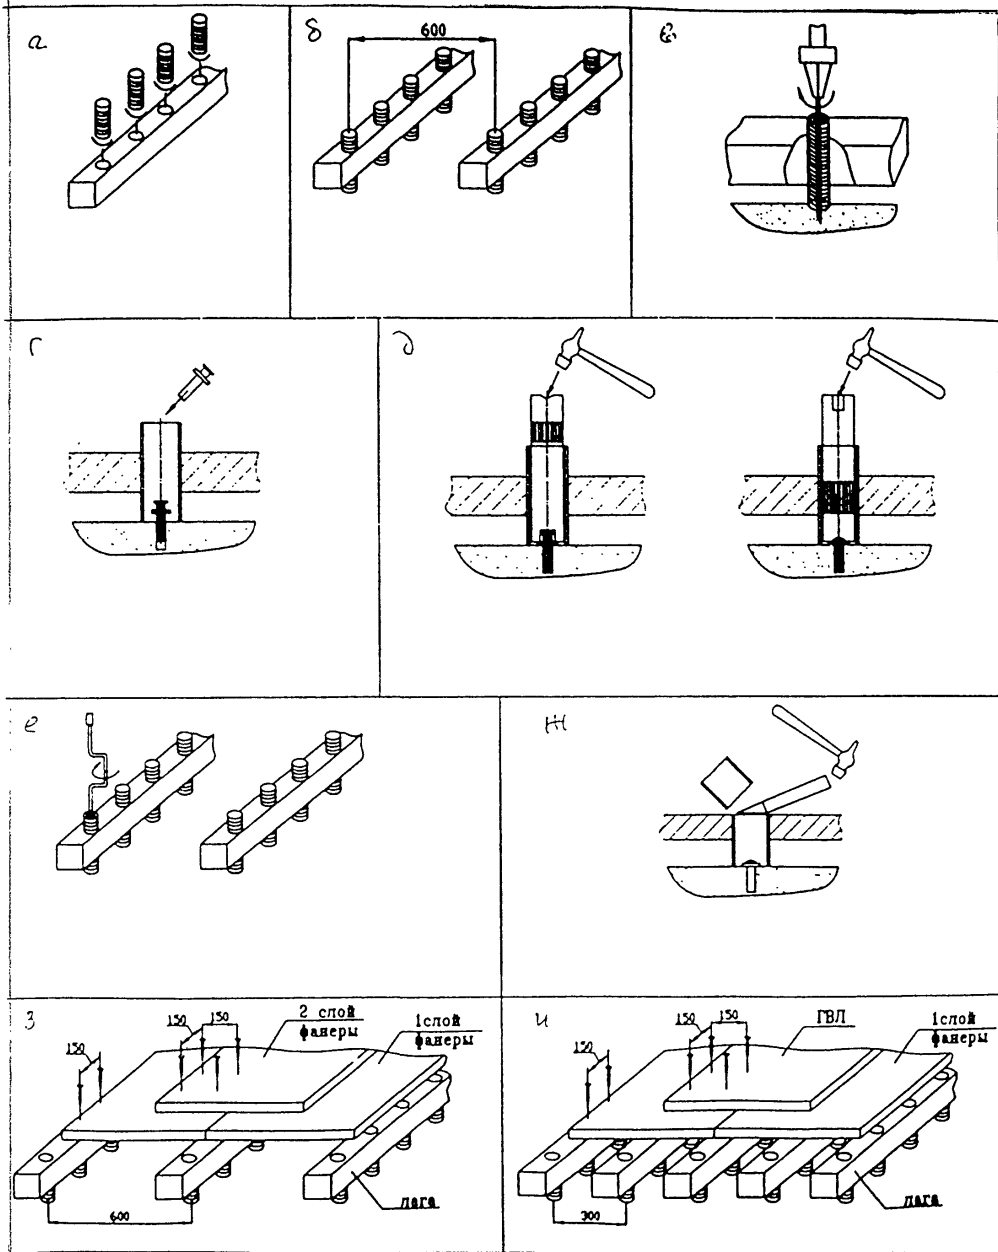

Рис. 2 Последовательность операций при установке регулируемых лаг и
**5.48** При значительных неровностях подстилающего слоя возможно выполнение сборной стяжки из фанеры по регулируемым лагам со сквозными резьбовыми отверстиями (рис. 2).
**5.50** Перед установкой в отверстия лаг ввинчиваются пластиковые болт-стойки, на которые опираются лаги (рис. 2а).
**5.51** Лаги устанавливаются на перекрытии с шагом 375 мм, после чего через болты-стойки в перекрытии засверливаются отверстия (рис. 2б, в).
**5.52** В болт-стойку помещают дюбель-гвоздь, который на неполную глубину забивают с помощью дробника в отверстие, выполненное в перекрытии (рис. 2г, д).
**5.53** С помощью завинчивающего инструмента регулируют необходимое положение лаг по уровню (рис. 2е) и окончательно закрепляют лаги к перекрытию с помощью дюбель-гвоздя, после чего выступающие части болтов-стоек срезают с помощью стамески (рис. 2ж).
**5.54** На установленные таким образом лаги укладывают сборную стяжку из двух слоёв фанеры толщиной по 10 мм, закрепляя их с шагом 150 мм саморезами. При этом второй лист фанеры должен перекрывать стыки нижнего слоя (рис. 2з).